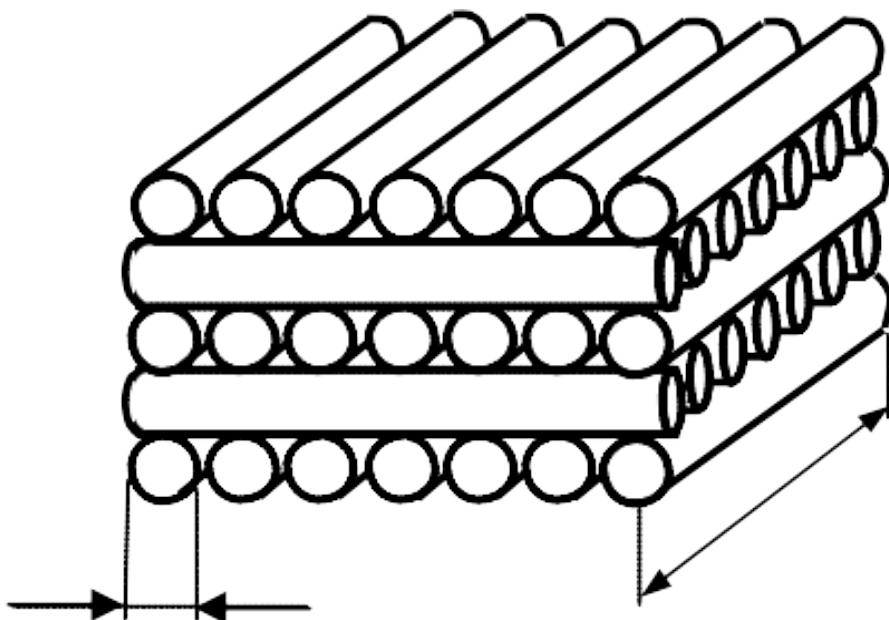

Рис. 1.2 Схема укладки штабеля
1. Найти массу сгоревшей древесины при пожаре штабеля, сложенного из брёвен в 5 рядов. В каждом ряду семь брёвен (рис. 1.2). Плотность древесины составляет $500 \text{ кг}/\text{м}^3$, приведённая массовая скорость выгорания $0,012 \text{ кг}/(\text{м}^2 \cdot \text{с})$. Пожар длился 8 мин, средний диаметр брёвен 15 см, длина каждого бревна 1,5 м.